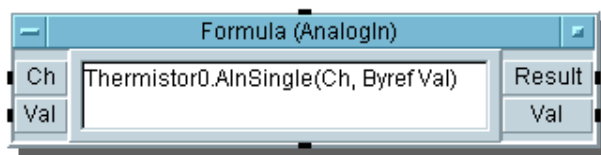

図 3-24. ODAS ドライバを設定した PC プラグイン・カードを表す Formula オブジェクト
2. [Thermistor0] のようなサブ項目を 1 つ選択し、[Create I/O Object] の下にある [PCPI Driver] を選択します。クリックしてオブジェクトを配置します。図 3-24 のように、VEE に Formula オブジェクトが表示されます。